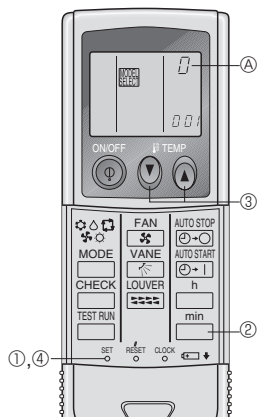

Fig. 6-9
3) Opération de réglage de numéro pair pour la télécommande sans fil infrarouge (Fig. 6-9)
- ① Appuyer sur le bouton SET à l'aide d'un objet pointu. Commencer cette opération lorsque l'écran de la télécommande sans fil infrarouge est éteint.
- ① clignote et le numéro du modèle s'allume.
- ② Appuyer deux fois sans relâcher sur le bouton [0]. Le numéro "0" clignote.
- ③ Appuyer sur le bouton temp [5] [0] pour attribuer le numéro de paires de votre choix.
- ④ Appuyer sur le bouton SET à l'aide d'un objet pointu. Le numéro de paires attribué s'allume pendant trois secondes puis s'éteint.
④ Numéro pair de la télécommande sans fil infrarouge	Carte à circuit imprimé intérieure